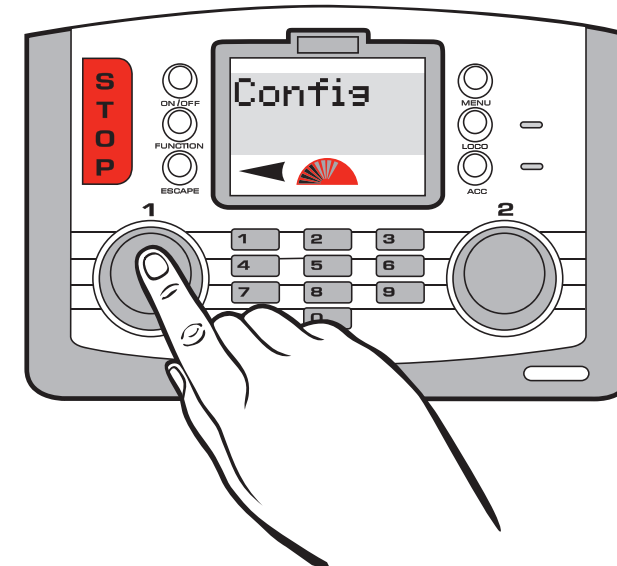

Fig 1
9. Pulse seis veces el **mando 1** para pasar por otras opciones. En la pantalla aparece "**Config**". Véase la Fig. 1.